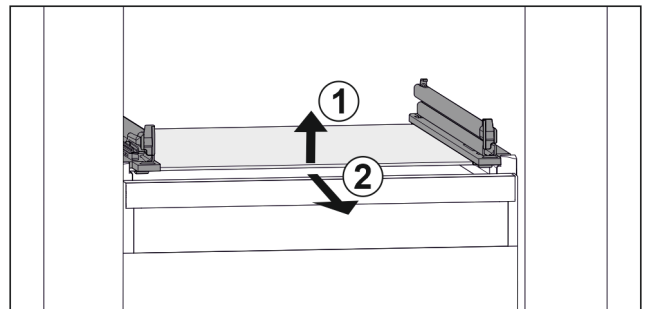

Fig. 129 Примерно изображение на стъклената плоча
- ▶ Повдигнете стъклената плоча отпред. Fig. 129 (1)
- ▶ Извадете стъклената плоча напред. Fig. 129 (2)